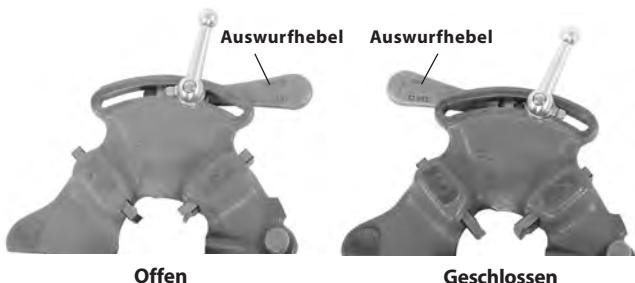

Abbildung 5 – Hebelstellung Offen/Geschlossen
- Bringen Sie den Auswurfhebel in die Stellung OPEN (Offen) (*Abbildung 5*).